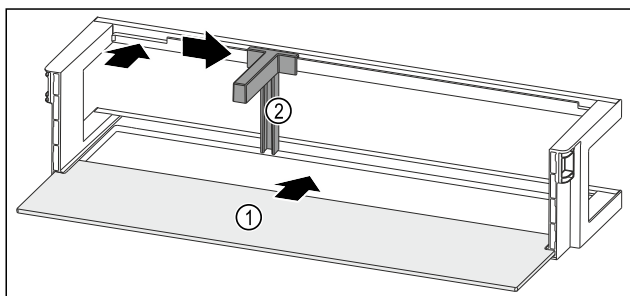

Fig. 136 Рафт на врата с рафт
- Вкарайте рафта Fig. 136 (1) в страничните прорези.
- Поставете преградата за бутилки Fig. 136 (2) в прореза.
- Плъзнете преградата за бутилки Fig. 136 (2) настрани до желаната позиция.